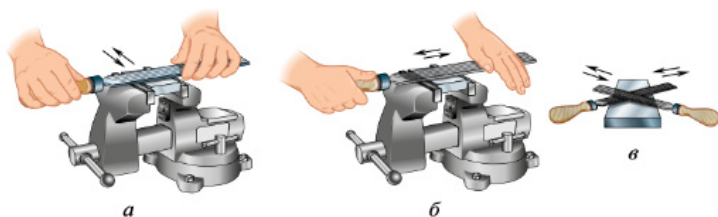

Рис. 5.39. Опиливание широких поверхностей: а — продольным штрихом; б — поперечным штрихом; в — перекрёстным штрихом
1. Опиливание продольным штрихом (рис. 5.39, а):
2. Опиливание поперечным штрихом (рис. 5.39, б):
3. Опиливание перекрёстным штрихом (рис. 5.39, в):